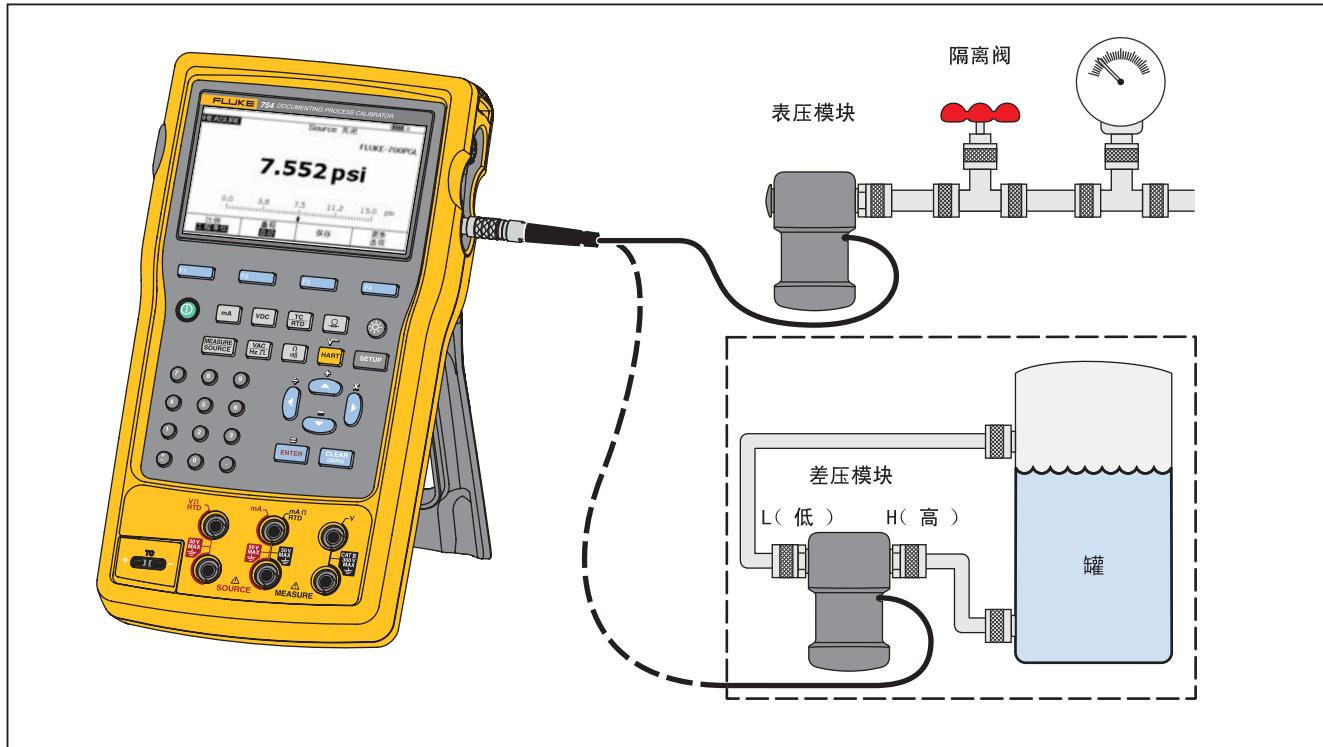

图 14. 压力测量连接
将压力模块连接到产品，如图 14 所示。压力模块上的螺纹可接受标准的 $\frac{1}{4}$ NPT 管配件。如果必要，使用随附的 $\frac{1}{4}$ NPT 转 $\frac{1}{4}$ ISO 转接器。
7. 按照显示屏或图 14 中的说明，将 RTD 连接到输入插口。如果使用 3 线连接，则按照图示在 mA Ω RTD MEASURE 低插口与 V MEASURE 低插口之间连接随附的跨接器。